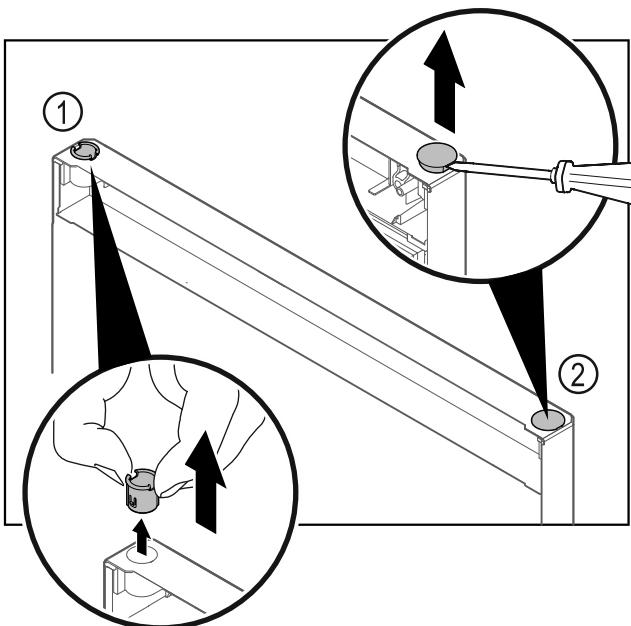

Fig. 27
- Pirštais ištraukite šarnyrinę įvorię Fig. 27 (1).
- Dengiamajį kamštį Fig. 27 (2) atsargiai pakelkite išdrožiniu atsuktuvu ir jį ištraukite.